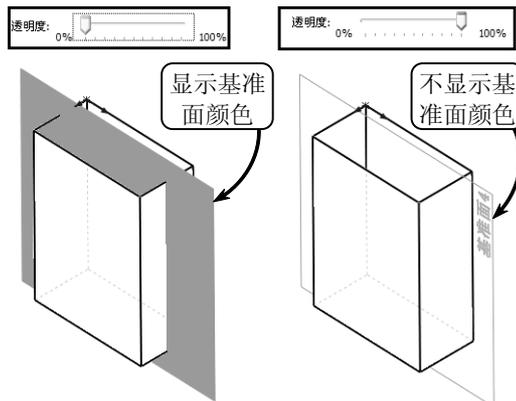

图 3-39 设定基准面透明度
- ◆ **透明度** 用户可以通过拖动滑块来控制基准面透明度。其中，0%显示基准面的颜色，100%不显示基准面颜色，对比效果如图 3-39 所示。此外，边线的颜色与正面